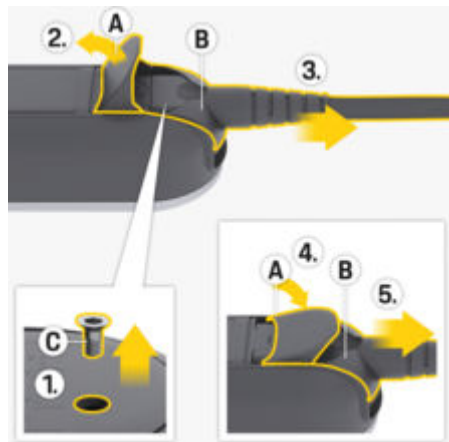

Fig. 85: Liberación del cable de alimentación
1. Suelte el tornillo **C** (Fig. 85) con la herramienta adecuada.
2. Abra la tapa **A** (Fig. 85) completamente.
3. Extraiga el enchufe **B** (Fig. 85) hasta que note la primera resistencia.
4. Cierre la tapa **A** (Fig. 85) a unos 15 grados (la tapa puede quedar sobre el conector **B** (Fig. 85)).
5. Extraiga el enchufe **B** (Fig. 85) completamente.